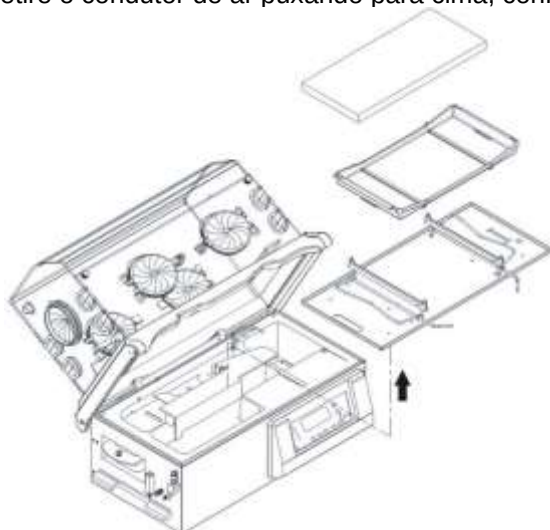

Figura 197 – Plataforma
4. Para retirar a plataforma pegue pelas alças laterais e puxe para cima, conforme figura 197.